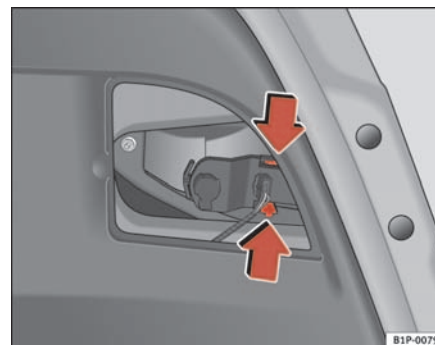

Fig. 172 Desmontaje del portalámparas
- Saque el portalámparas presionando las patillas de sujeción y extráigalo hacia afuera. ⇒ fig. 172)